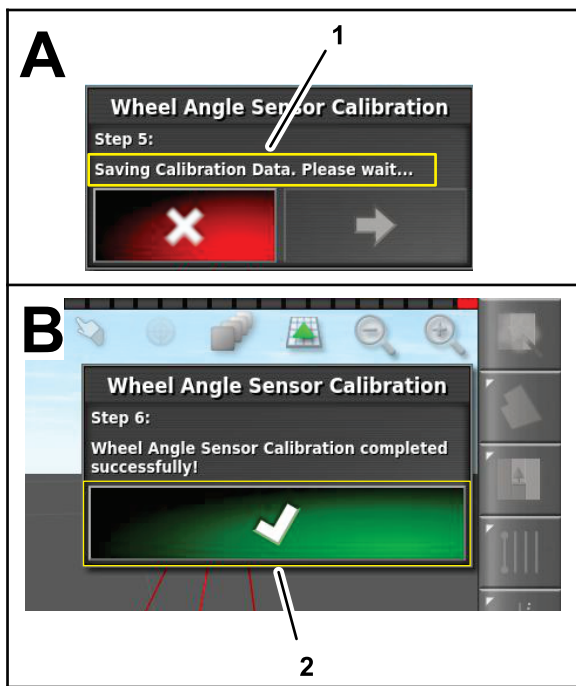

Figura 165
9. En el paso 5, espere hasta que la calibración del sensor del ángulo de las ruedas guarde los datos, y pulse el icono Paso siguiente (Figura 165).
10. En el paso 6, pulse el icono de confirmación (Figura 165).